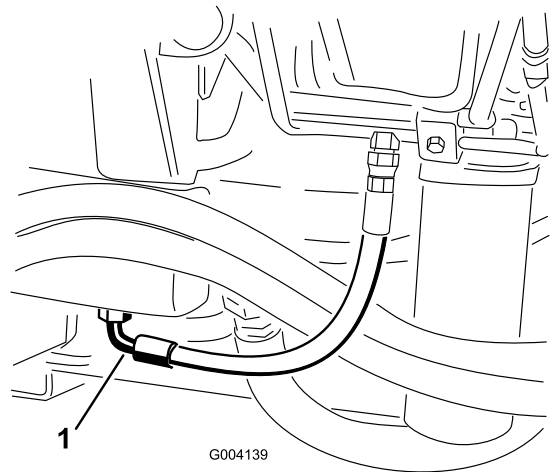

Figura 67
3. Coloque um recipiente de escoamento grande debaixo da união presa à parte de baixo do reservatório do fluido hidráulico (Figura 67).